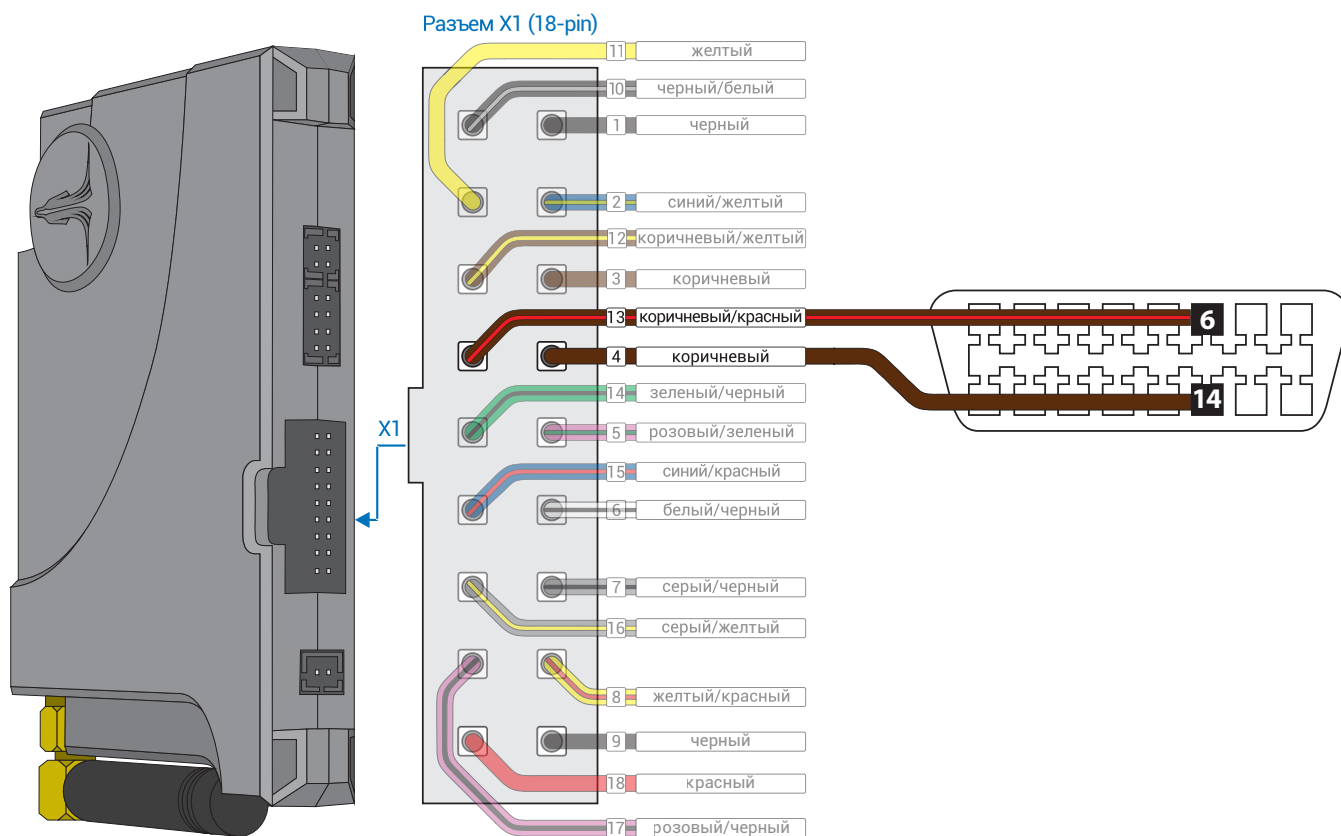

Рис.1 Призрак-8xx
1. Осуществите подключение (см. рис. 1) и согласуйте систему Призрак с а/м (см. Integrator).